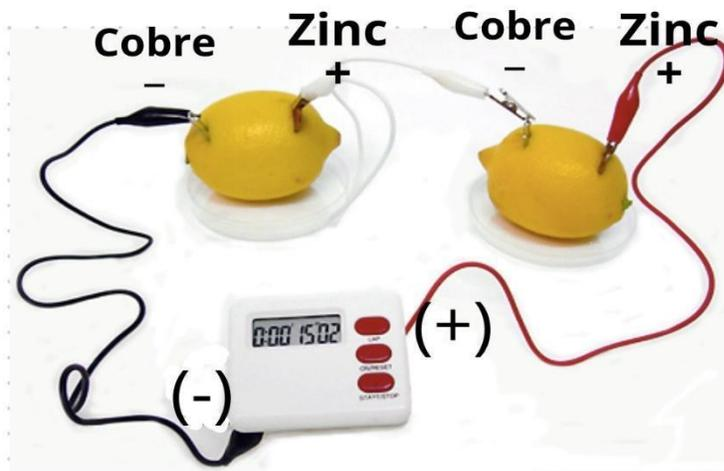

Figura 1
2.1. Unir dos limones en serie, ver figura 1, insertar un tornillo y una lámina de Cobre en cada uno.